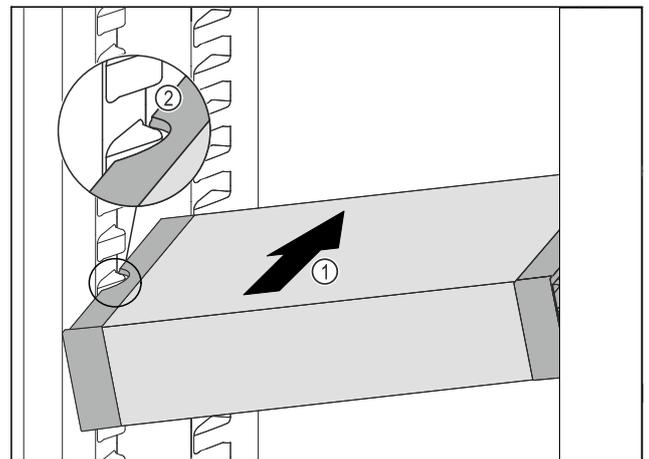

Fig. 102
- ▶ VarioSafe schräg in das Kühlteil einsetzen Fig. 102 (1), bis sich die seitlichen Aussparungen Fig. 102 (2) des VarioSafes auf Höhe der Behälterrippe im Kühlteil befinden.